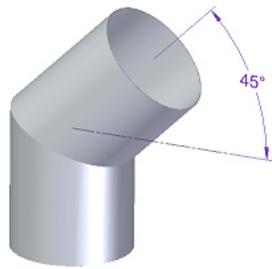

Fig.29 – Inclinação **correcta** para as curvas
* Nas condições nominais de operação, a tiragem dos gases de combustão deve originar uma depressão de 12 Pa um metro acima do gargalo da chaminé. Para conseguir uma boa instalação deverão ser aplicados, verticalmente, pelo menos 2 metros de tubo metálico de chaminé com o mesmo diâmetro da saída de fumos da salamandra. No seguimento desse troço é admissível a utilização de elementos de tubagem com a inclinação máxima de 45°. As Fig. 29 e 30 mostram a inclinação correcta e incorrecta no caso de necessitar instalar uma curva, respectivamente.